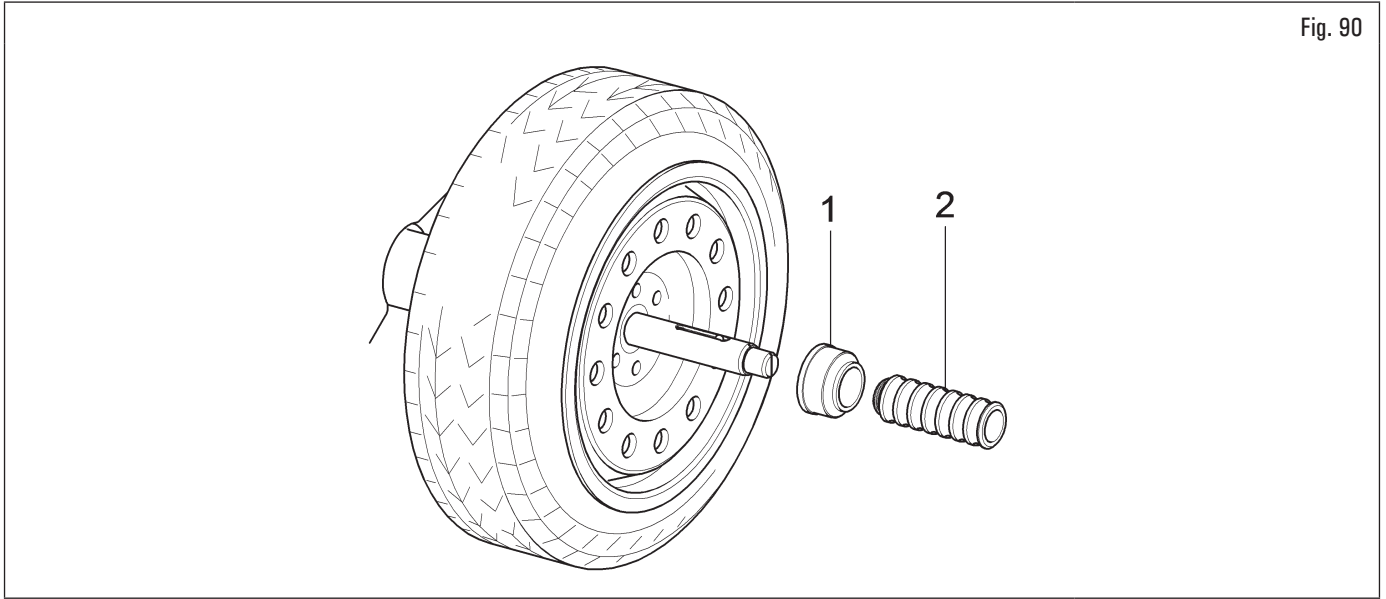

Fig. 90
5. introducir la copa de protección (Fig. 90 ref. 1) en el manguito de bloqueo (Fig. 90 ref. 2) y colocar todo contra la rueda;